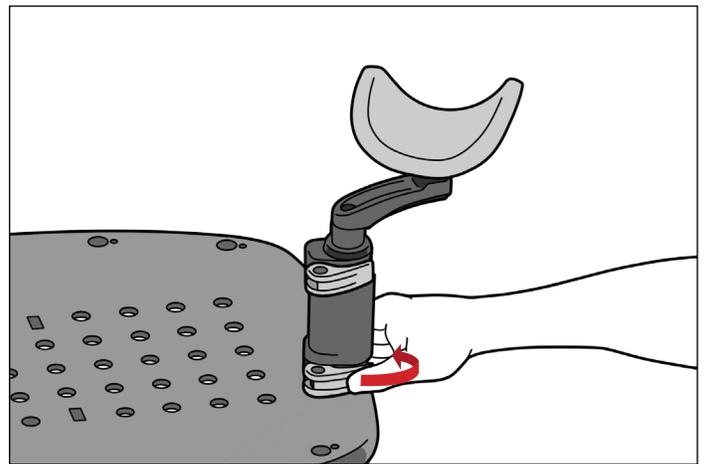

ABB. 16
2. Schließen Sie den unteren Hebel, um ihn zu verriegeln (Abb. 16).